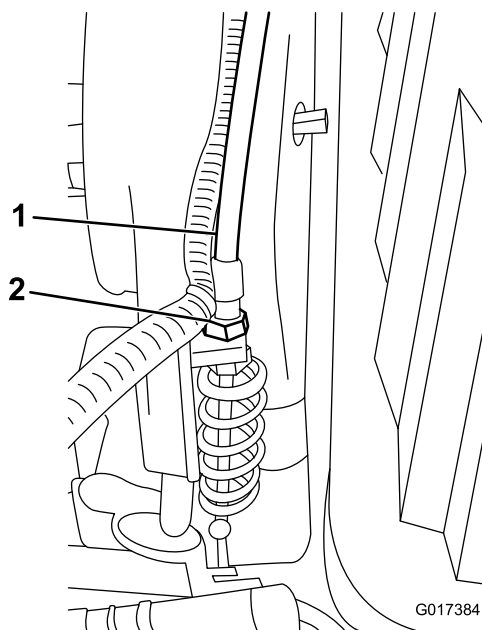

図 51
3. トランスミッションのバルクヘッド部で、リールコントロールのケーブル 図 51 を調整するスプリングの長さが 70.6-72.4 mm になるように調整する。